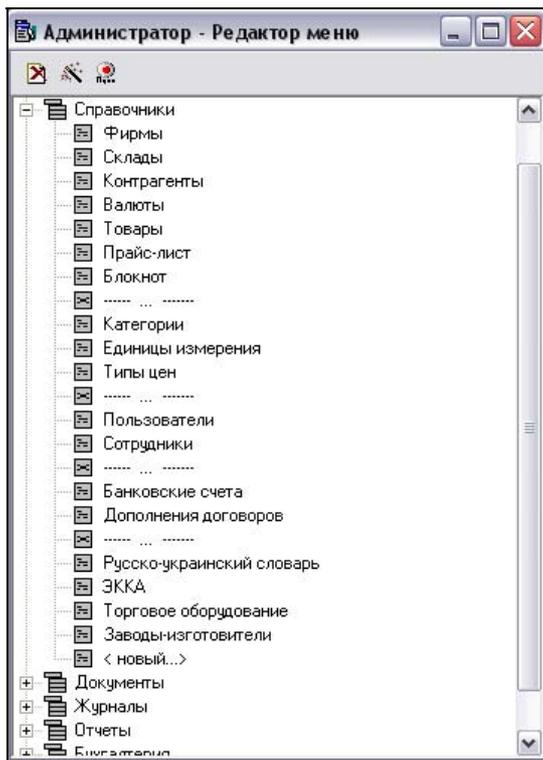

Рис. 5.75. Редактор меню. Открыт пункт **Справочники**
3. В редакторе меню показаны все пункты, доступные в данном интерфейсе. Зеленым отмечены системные пункты меню. Разворачивая пункты меню, мы видим подпункты и элементы меню, которые можно изменять, удалять, перемещать относительно друг друга, вставлять разделители. На рис. 5.75 мы можем видеть дерево меню с развернутым пунктом **Справочники**.